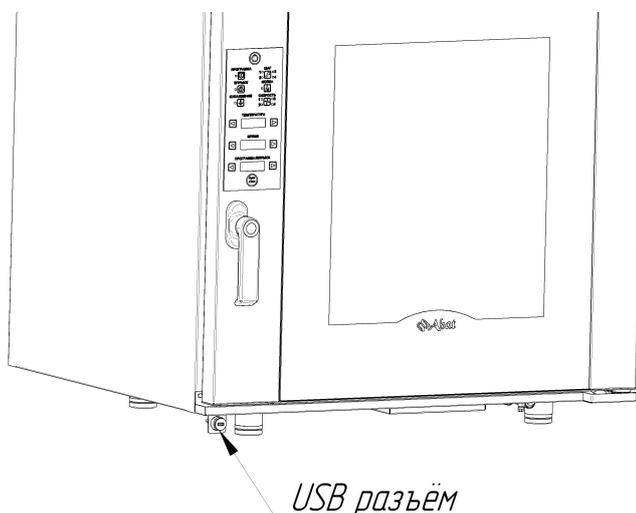

Рис. 5. Расположение USB разъёма
- вставить USB-flash в USB-разъем (см. рис. 5, на примере печи КЭП-10П-01), предварительно открутив защитную крышечку.